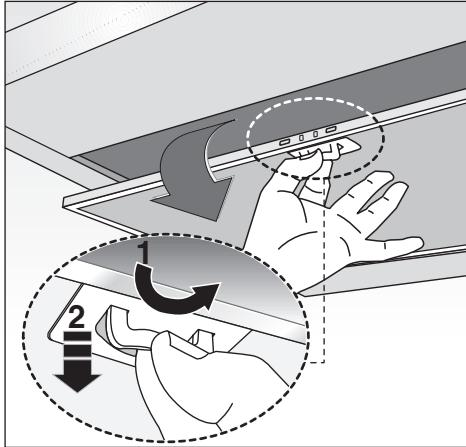

Fig.15
• Минимальная дистанция между опорной нагревающейся плоскостью и нижней частью кухонного дымососа должна быть не менее **65 см**. Если применяется соединительная труба из двух и более частей, то верхняя часть должна располагаться снаружи нижней части. Не соединять выброс из вытяжки с каналом циркуляции горячего воздуха или с каналом, используемым для отвода дыма от устройства, запыляемых иной энергией кроме электрической. Перед тем как приступить к сборке устройства, для облегчения его монтажа отсоедините фильтр/жироулавливающий фильтр (Рис.15).
- При наличии верхнего дымохода, который необходимо крепить к корпусу дымососа при помощи болтов, рекомендуется сначала удалить из дымососа абсорбционные фильтры, нажимая на соответствующие рукоятки (рис.15).